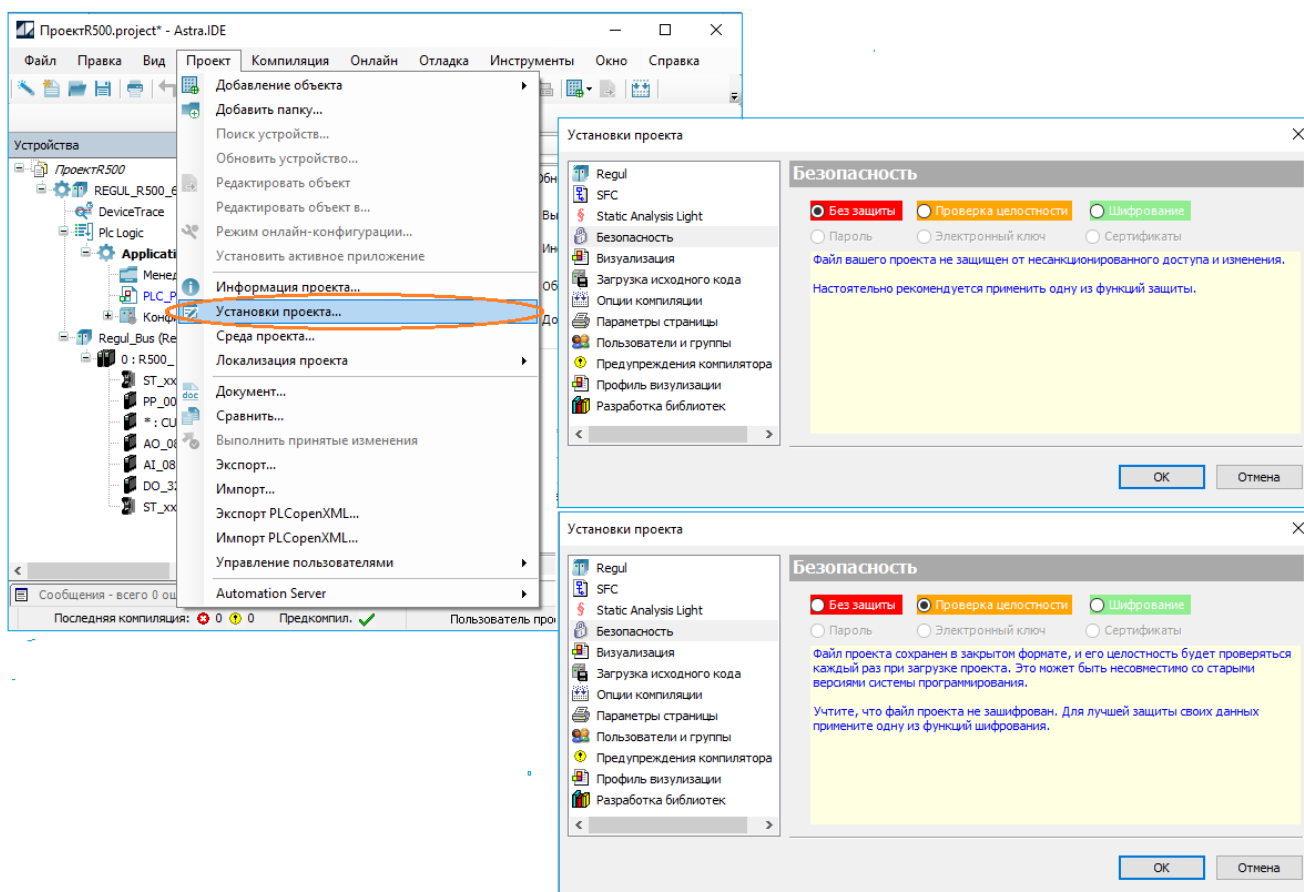

Рисунок 256 – Диалоговое окно установки защиты файл проекта
1. Выберите в основном меню команду **Проект (Project) ⇒ Установки проекта (Project Settings)...** В появившемся окне **Установки проекта** выберите категорию **Безопасность (Security)** (Рисунок 256).